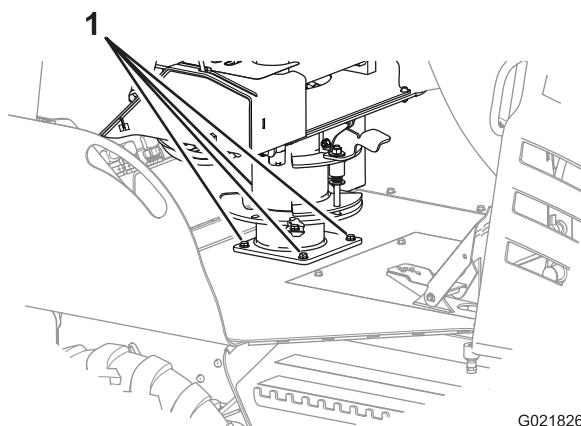

Figure 97
2. Vérifiez que les 4 boulons qui fixent le siège au châssis de la machine sont serrés à un couple de 5,4 à 6,8 Nm ; voir Figure 97.